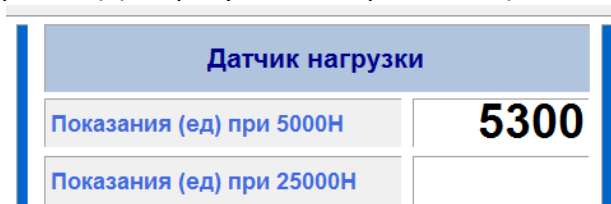

Рисунок 17 - Калибровка тензодатчика в точках 5000Н и 25000Н
- 5.10.9 В параметр **«Показания (ед) при 5000Н»** занести показания образцового тензодатчика в Ньютонах (например, 5300) (см. рисунок 17, страница 20).